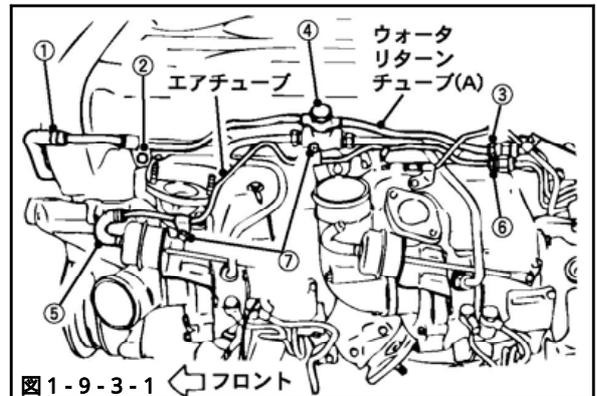

図1-9-3-1
- (2) 図1-9-3-1の ②の順番でエアチューブを取外してください。(図1-9-3-1)
- (3) 図1-9-3-2のナット ⑧ ~ ⑩ を外し、ウォータリターンチューブ(B), (C)を取外してください。(図1-9-3-2)